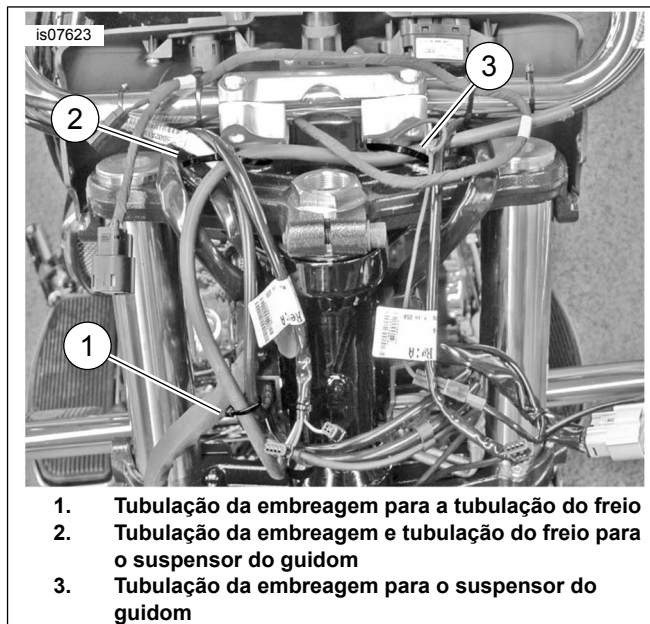

Figura 1. Tubulações de fluido de freio e da embreagem, modelos com carenagem (carenagem removida por motivos de clareza)
4. **Modelos com carenagem:** veja Figura 1 . Remova as abraçadeiras que fixam a tubulação do fluido da embreagem na tubulação do freio e no prendedor do guidão.
2. **Modelos com carenagem:** veja Figura 1 . Oriente a tubulação de fluido da embreagem através da carenagem interna até o cilindro-mestre percorrendo o caminho original. Fixe frouxamente a tubulação em cada suspensor do guidão e na tubulação do freio com três novas abraçadeiras (adquiridas separadamente).
9. **Modelos com carenagem:** veja Figura 1 . Prenda a tubulação de fluido da embreagem no prendedor do guidão e a tubulação do freio usando as três novas abraçadeiras. **Modelos FLRT:** consulte Figura 6 . Instale a abraçadeira em volta do tubo do quadro e da tubulação da embreagem através da pequena abertura do suporte borboleta. **Modelos Softail:** consulte Figura 8 . Ajuste o roteamento na frente do ABS (caso seja necessário) e embaixo do tubo do quadro do lado direito. Prenda conforme anotado durante a remoção.